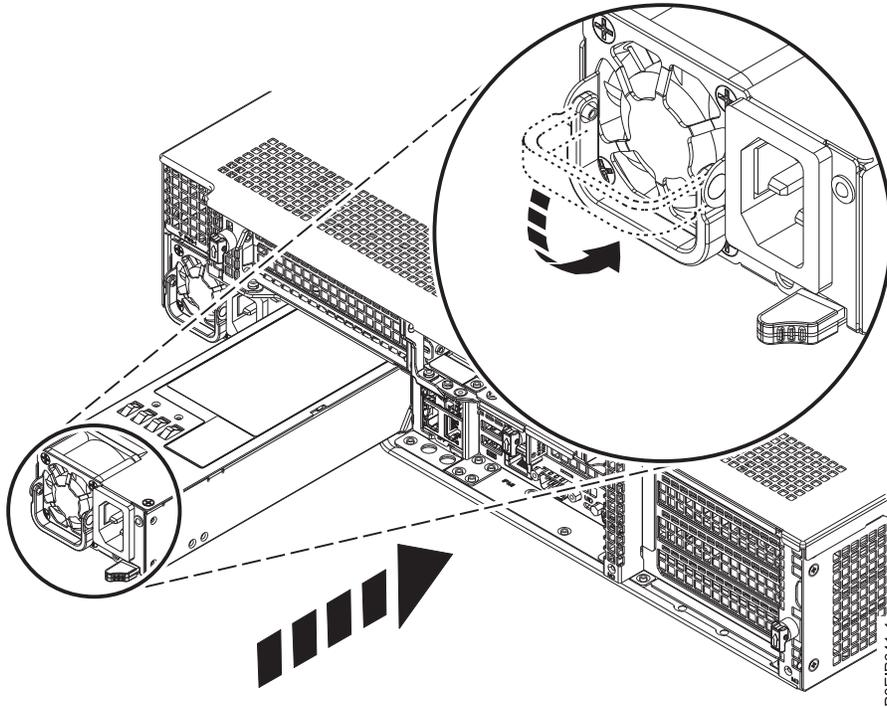

図 71. システムの電源装置の取り替え
2. 電源装置をベイに位置合わせします (114 ページの図 71 を参照)。ファンが左側にあり、プラグが右側にあるようにします。ラッチが所定の位置にロックされるまで、電源装置をシステム内に押し込みます。